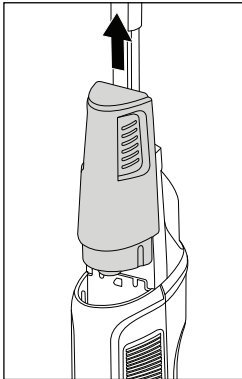

Abb. 6
- ▶  Füllen Sie nur kaltes bis warmes Leitungswasser (bis max. 60 °C) oder destilliertes Wasser in den Frischwasserbehälter ⑪. Verwenden Sie kein kochendes Wasser.
- ▶ Betreiben Sie das Gerät niemals ohne Wasser im Frischwasserbehälter ⑪.
- ◆ Fassen Sie den Frischwasserbehälter ⑪ an den seitlichen Greifrillen und ziehen Sie diesen nach oben aus dem Gerät (siehe Abb. 6).